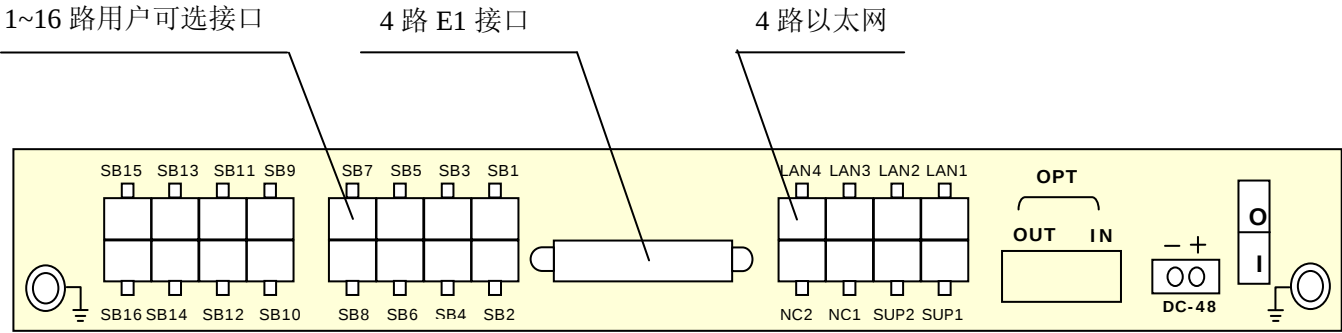

图 4-2：接线端口示意图（设备背视图）
4.6 设备背后左右各有一个接地端子（见图 4-2），用于将设备与系统机架接地系统连接。
该设备内置电源为-48V，电源接线插座位于机箱背面，印字为 DC-48V（见图 4-2）。